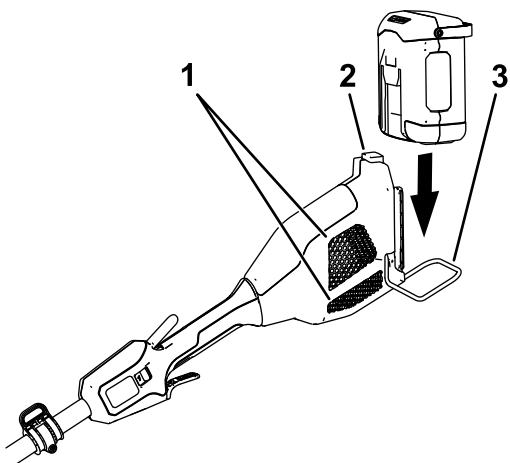

Figure 8
2. Assurez-vous que la protection métallique est abaissée, et alignez le creux de la batterie sur la languette du corps du manche (Figure 8).
3. Poussez la batterie dans le manche jusqu'à ce qu'elle s'enclenche dans le verrou (Figure 8).